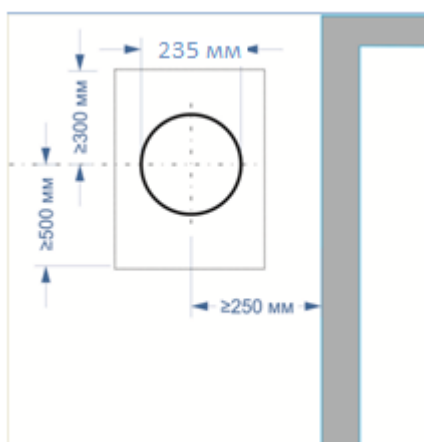

Рис. 1
- Центр отверстия должен находиться на расстоянии не менее 250 мм от края окна (рис. 1)